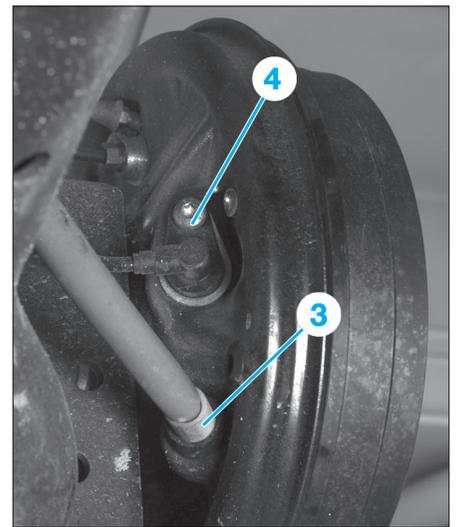

Fig. 31
- Dégrafer les gaines (3) des câbles de frein de parking des plateaux de frein (Fig.31).
- Déposer les capteurs de vitesse de roue (4).